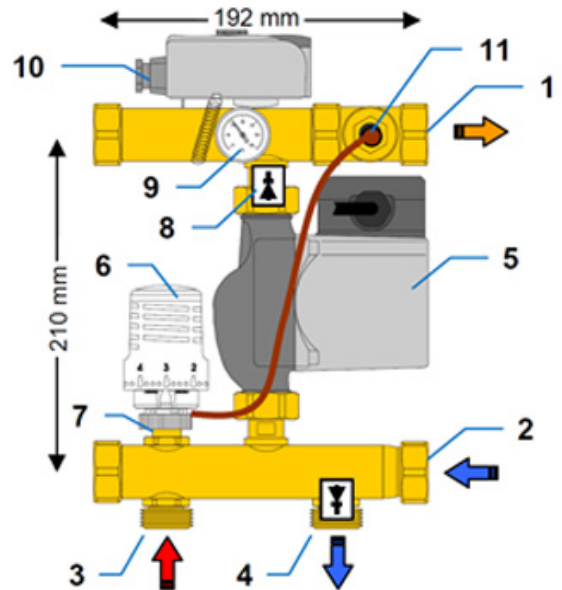
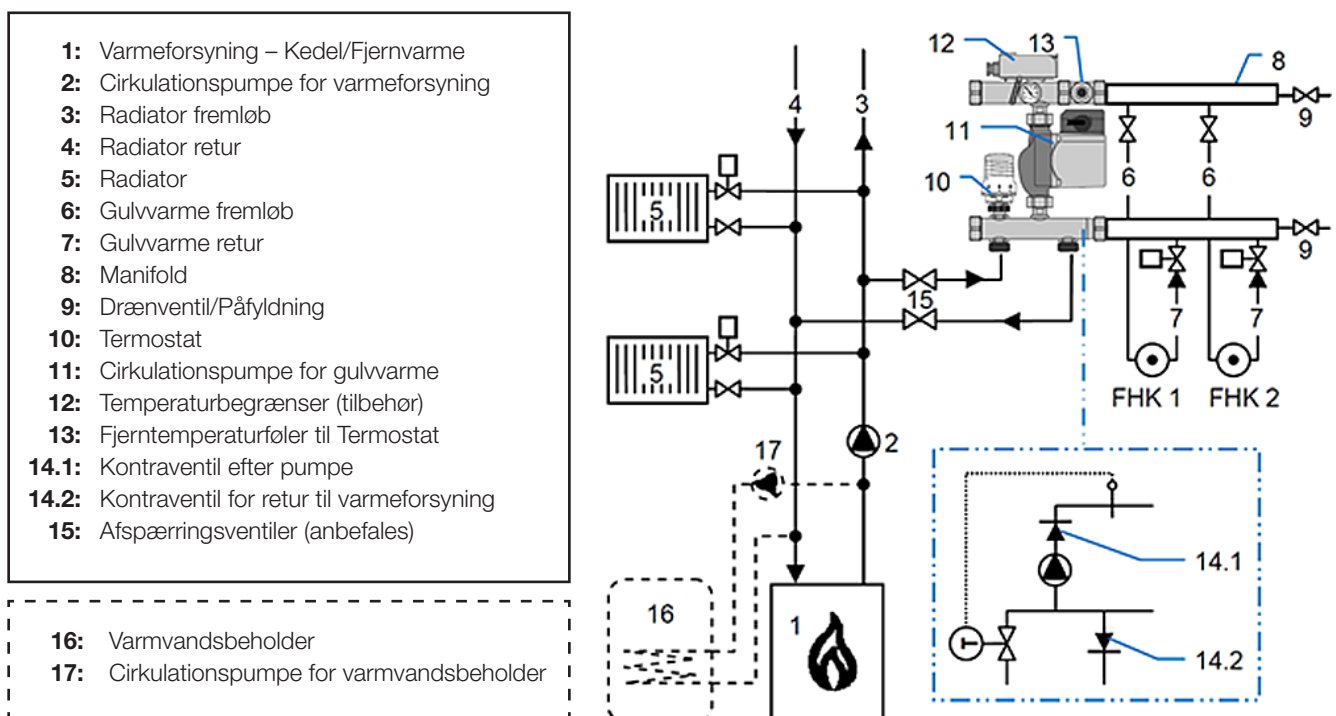

Fig. 2
Fig. 3
Korrekt anvendelse og installation af fremløb og retur kredsløb etableres og sikres i henhold til Fig.2 og Fig.3.
- Forbind Pumpeshunten til varmforsyningen og manifolde i henhold til Fig.2. Fig.3. Her anbefales at forbindelserne til primær forsyningen etableres via afspærringsventiler på både frem og retursiden (**15**) på Fig.3)
- Forbind Gulvarmesystemets fremløb og retur til Pumpeshuntens i henhold til på Fig.2 og Fig.3.
Blandeventilen **(7)** på fig.2 er udviklet som en proportional regulator og er udstyret med en termostat med en fjernføler til styring af vandcirkulationen. Enhver ændring i systemopbygningen kan forårsage umiddelbare ændringer i ventilåbning og kan derved resultere i ændring i vandmængde fra hovedvarmeforsyningen.
Den aktuelle fremløbstemperatur kan aflæses direkte på termometer **(9)** på Fig.2.